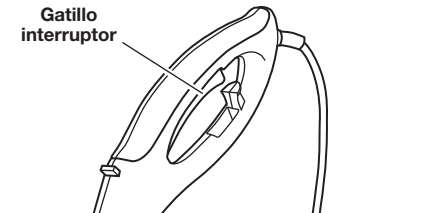

Fig. 10
2. Oprima el gatillo interruptor y no lo suelte (Fig. 10).
1. Suelte el gatillo interruptor (Fig. 10).